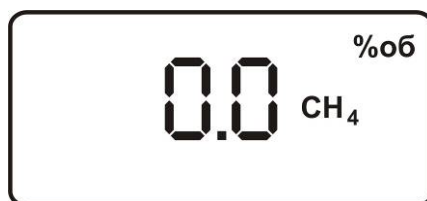

Рисунок 5.1 Индикация в режиме РАБОТА
5.2.1 Режим РАБОТА является основным эксплуатационным режимом. В данном режиме производится непрерывный циклический опрос сенсора метана и вычисляется текущее значение измеряемого параметра, на индикаторе отображаются текущие значения концентрации метана в % об. Включение/выключение производится длинным нажатием кнопки . На индикаторе после прогрева отображается текущая концентрация метана, рисунок 5.1